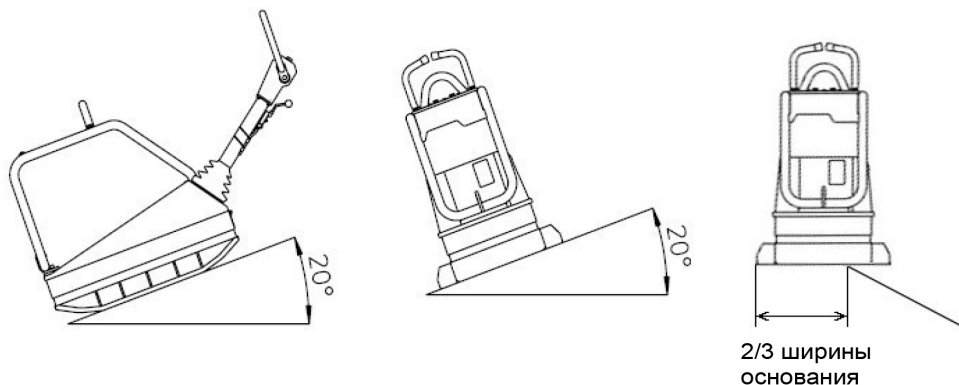

Рис. 1
- При работе на краю, следите, чтобы не менее $2/3$ основания виброплиты находилось на ровной, твердой поверхности (рис. 1).